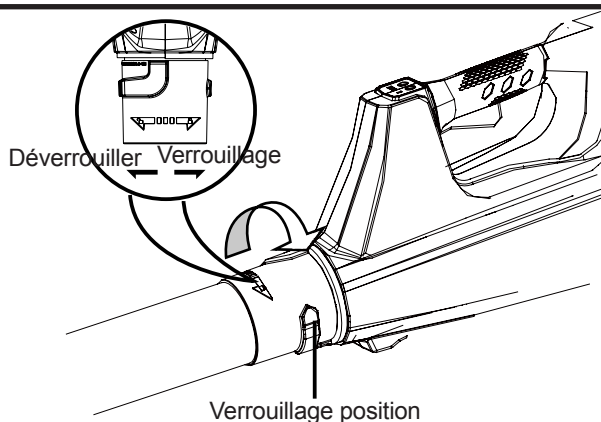

Fig. 3
2. Tournez le tube dans le sens de flèche jusqu'à ce que les deux boutons glissent dans la position de verrouillage (Fig. 3).